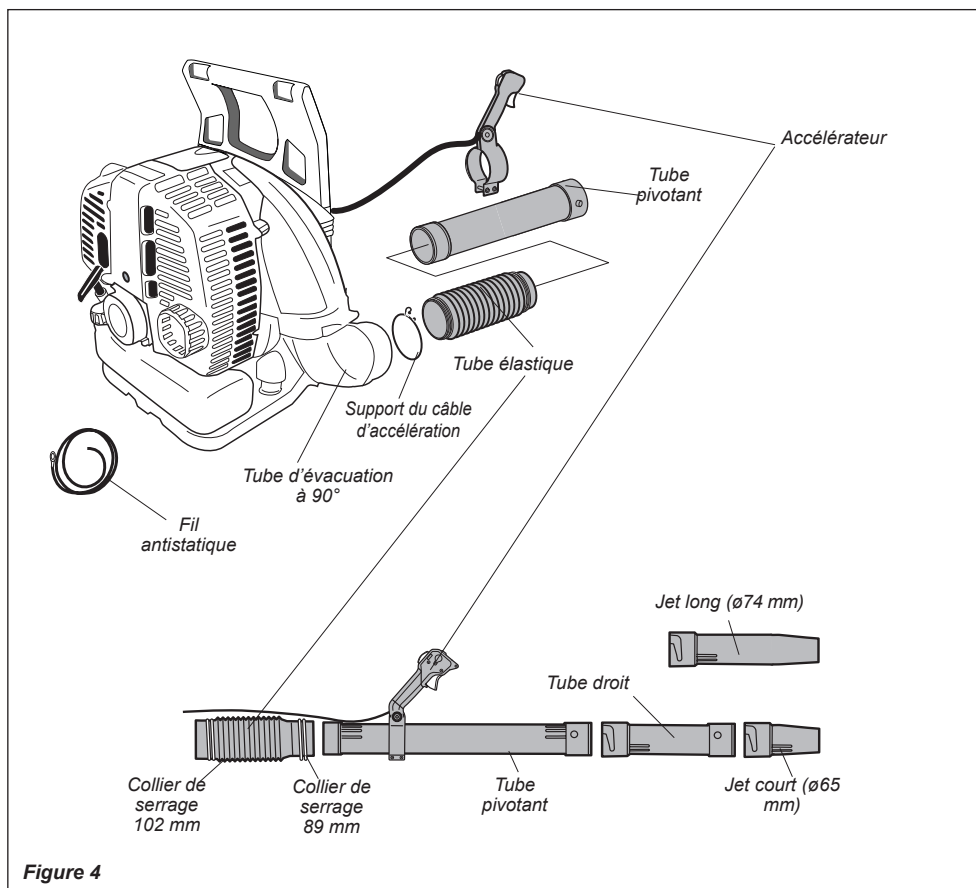

Figure 4
1. Déposer le souffleur verticalement sur le sol ou un plan de travail solide et noter l'orientation des pièces conformément à Figure 4.